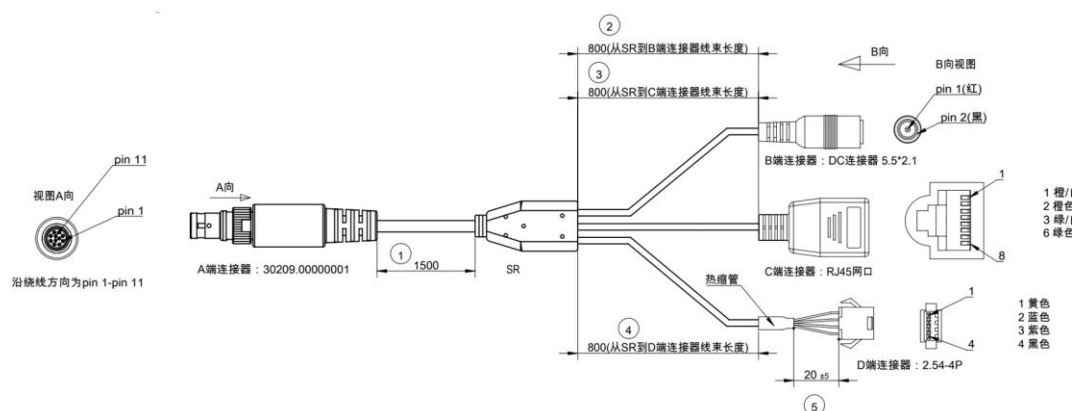

图8 连接线示意图
- 1) Airy 航插线上的 GPS_REC 接口规格为 SM2.54 插头，引脚定义如图 8 所示；